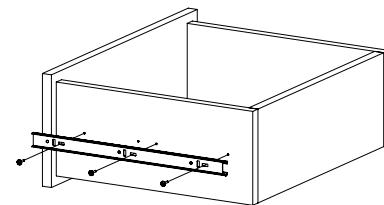

Рис.9
- Закрепите внутренние планки направляющих на деталях 6 и 7 шурупами 3,5x16 (Рис. 9). При необходимости регулировки ящика выкрутите шурупы из круглых отверстий и перекрутите в овальные (продольные и вертикальные регулировочные отверстия). Не затягивая до конца шурупы, сместите ответную планку вверх-вниз. Затяните шурупы до конца.